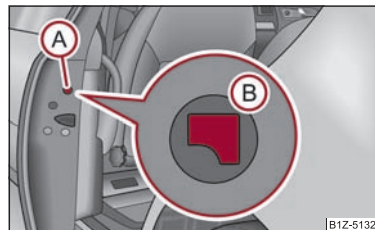

Abb. 27 Hintere Tür: Notverriegelung der Tür
- Bauen Sie die Blende (A) ab ⇒ Abb. 27.
- Stecken Sie den Schlüssel in die Öffnung unter der Blende und drücken Sie den Arretierhebel (B) bis zum Anschlag nach innen.